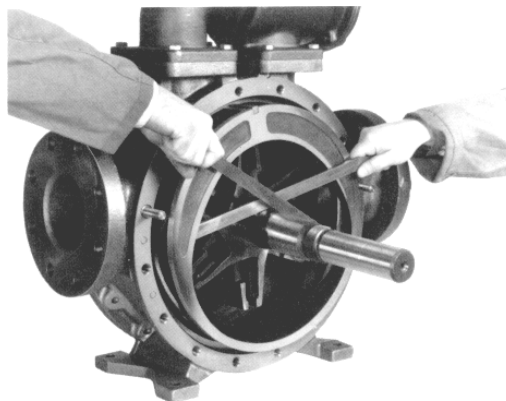

Рисунок 5 – Снятие гильзы
- a. Извлеките подшипник (24) из полости подшипника.
7. Удалите винты с головкой под ключ крышки (21) и гайки болтов крышки (21С). Для облегчения разъединения на ободке крышки имеется два отверстия под винтовой домкрат.
8. Осторожно отсоедините крышку (20 или 20А) от корпуса (12), стараясь не поцарапать или повредить вал.
9. Диск (71) снимется вместе с узлом крышки. Он присоединен с помощью 4 потайных винтов с головкой под шлиц (71А) и стопорных шайб (71В).
11. С открытого конца насоса возьмитесь за ротор в положениях «3 часа» и «9 часов» и осторожно извлеките ротор и вал (13) из узла крышки, находящегося на корпусе. **ВНИМАНИЕ.** Будьте осторожны, ротор и вал тяжелые и могут иметь острые края.
13. В зависимости от назначения насоса втулку (41) можно снять двумя способами:
- a. При работе с чистой, некоррозионной жидкостью с низкой вязкостью втулку обычно можно извлечь из корпуса с помощью двух рычагов. Вставьте концы рычагов в отверстия с обеих сторон втулки и сместите втулку, отводя ее от ротора. Для полного снятия втулки примените блок, который располагается под ротором (см. Рис. 5).